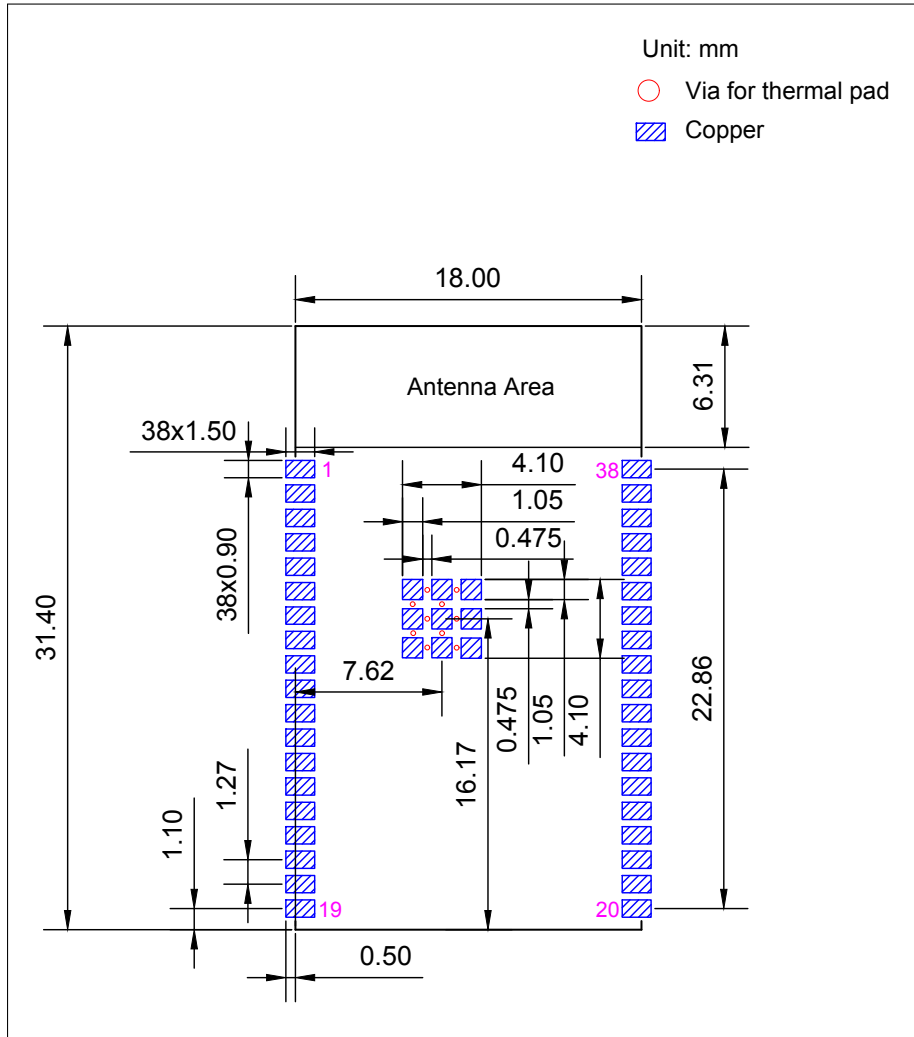

图 6: ESP32-WROVER 封装图形
- 推荐 PCB 封装图，标有 PCB 设计所需的全部尺寸。详见图 6 *ESP32-WROVER* 封装图形。
- 推荐 PCB 封装图的源文件，用于测量图 6 中未标注的尺寸。您可用 Autodesk Viewer 查看 ESP32-WROVER 的封装图源文件。